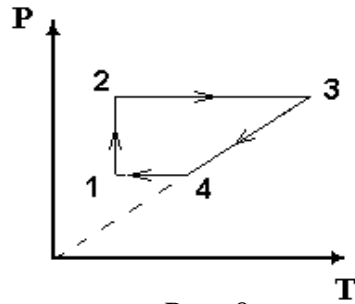

Рис. 8
3. Назовите процессы 1–2, 2–3, 3–4, 4–1 (рис. 8). Изобразите эти процессы в координатах  $p, V$  и  $p, T$ .